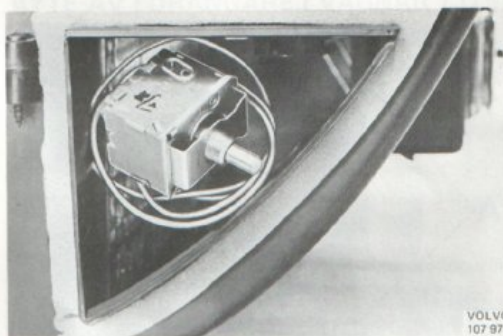

Bild 27. Placering av termostat i förångaraggregatets öppning
3. Fäll fram reglagepanelen, lossa termostaten från panelen, samt linda ihop känselkroppen så mycket att den kan placeras i förångarhusets öppning (bild 27).